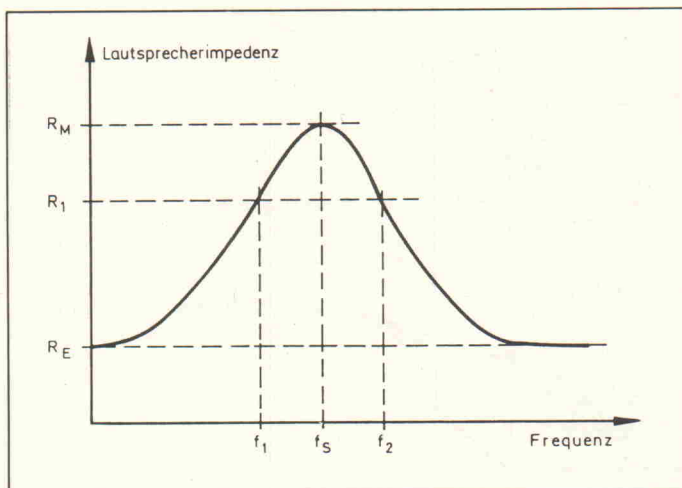

Bild 4. Typische Impedanzkurve eines Lautsprechers
e) Nun sind die beiden Stellen f_1 und f_2 oberhalb und unterhalb von f_s auf der Frequenzskala zu suchen, bei denen auf dem Millivoltmeter der Zahlenwert von R_1 erscheint (Bild 4).